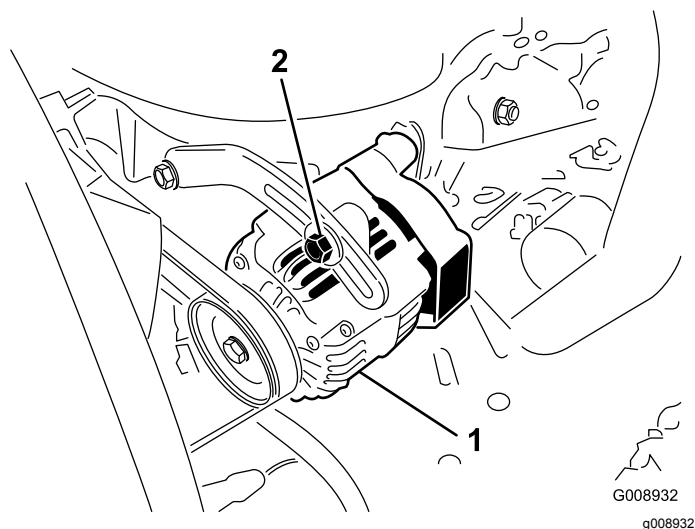

Figura 92
2. Si la desviación no es de 10 mm, afloje los pernos de montaje del alternador (Figura 92).